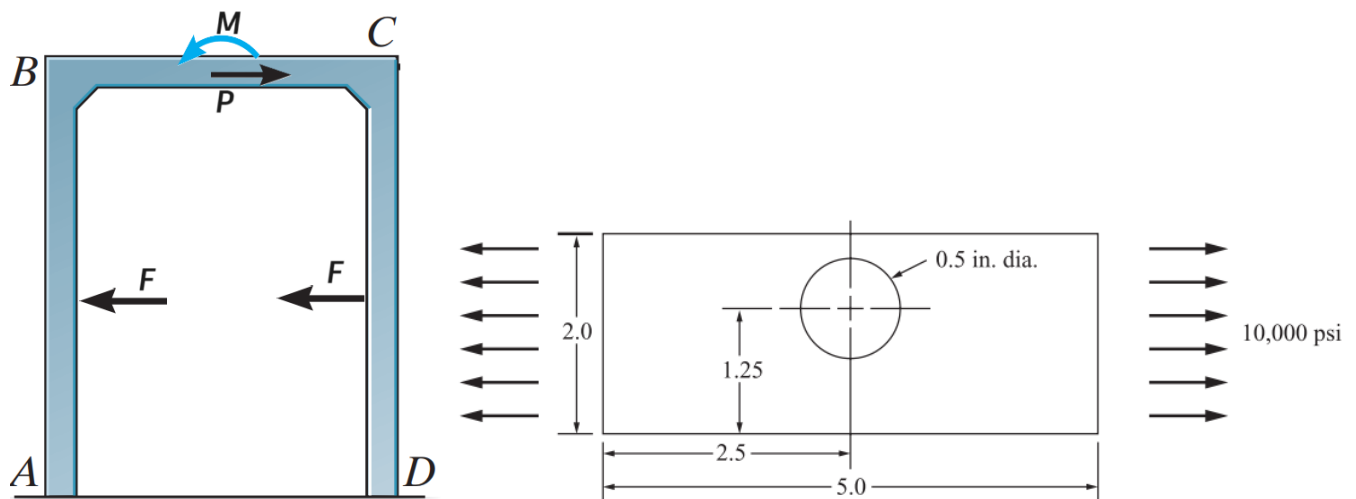

Figura 2: Estructura 2.1 y placa 2.2
**Problema 2.– (1.5 Pts.)** Para las estructuras de la figura 2, se pide (no calcular nada):